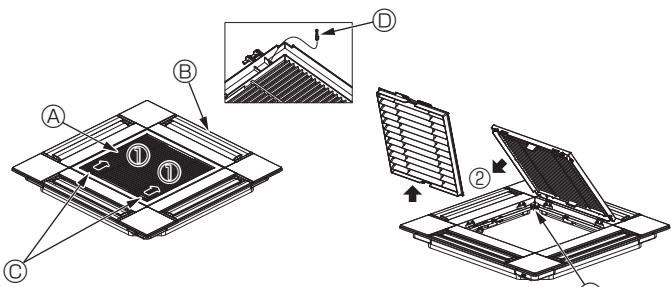

Fig. 6-3
6.2.1. Снятие решетки впуска воздуха (Fig. 6-3)
- Переместите рычаги на решетке на впуске воздуха по направлению, обозначенному стрелкой ①. Решетка откроется.
- В открытом положении решетки впуска воздуха снимите петлю, как показано стрелкой ②.